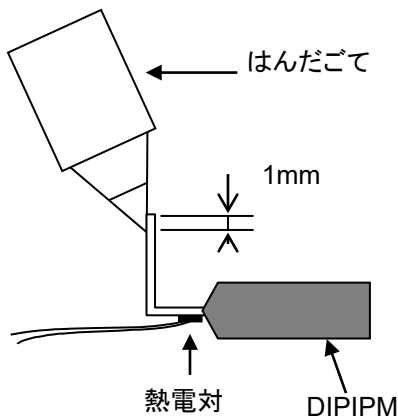

図2-4-3評価状態
- ・熱容量的に小さい制御側外部リード端子先端(先端から1mm)の箇所にはんだごて(50W)をあて、リード端子根元の温度上昇を測定する。(図2-4-3)